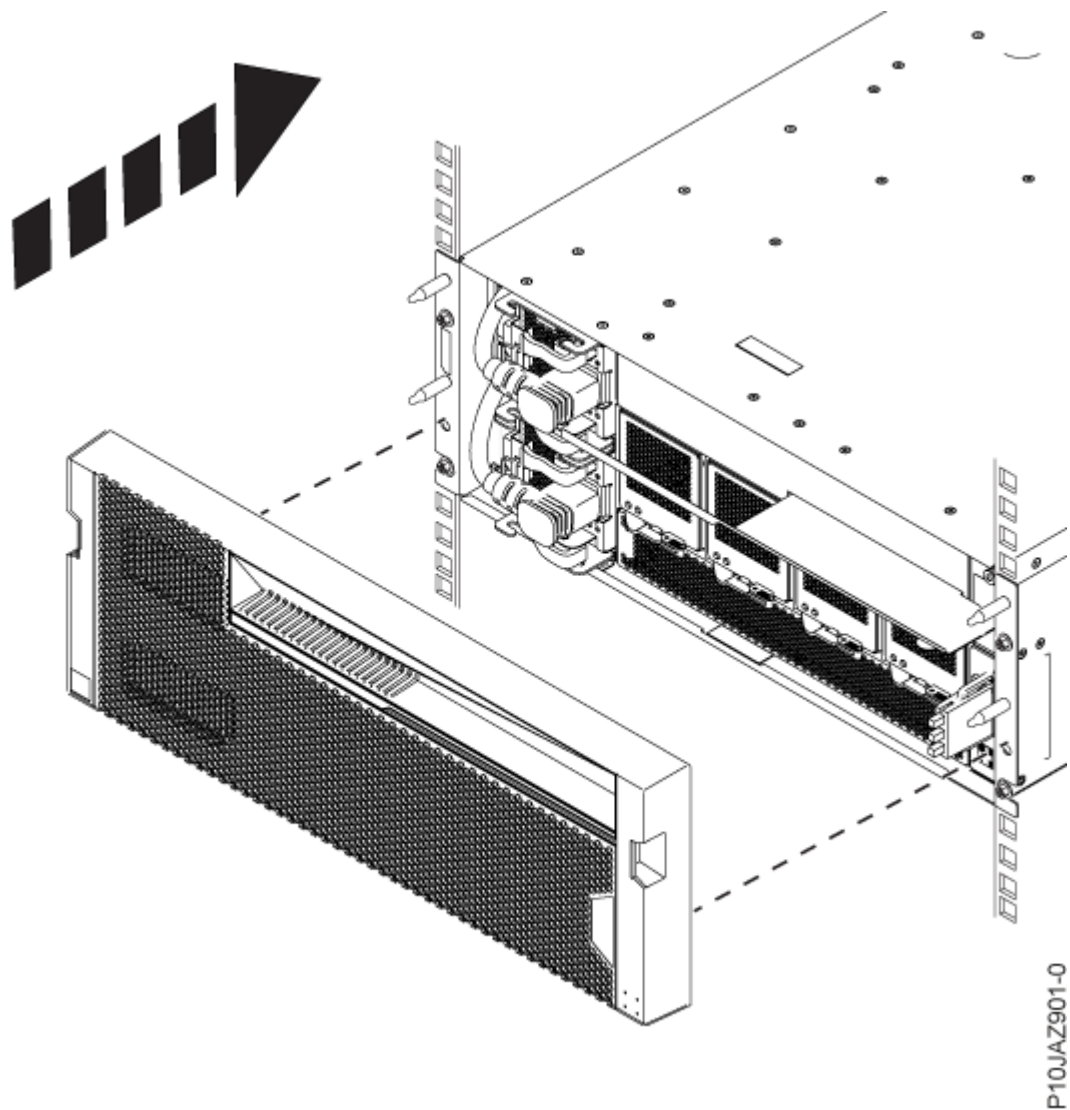

图 10: 安装盖子
- a) 如 第 13 页的图 10 所示，将盖子 **(A)** 与抽屉 **(B)** 前面的四个销钉对齐并按压到位。